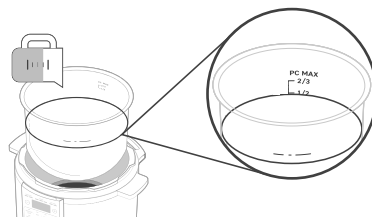

Figure 8.1
2. Remplissez la cuve interne d'eau jusqu'à la ligne «  $-\frac{1}{2}$  ». [Figure 8.1]